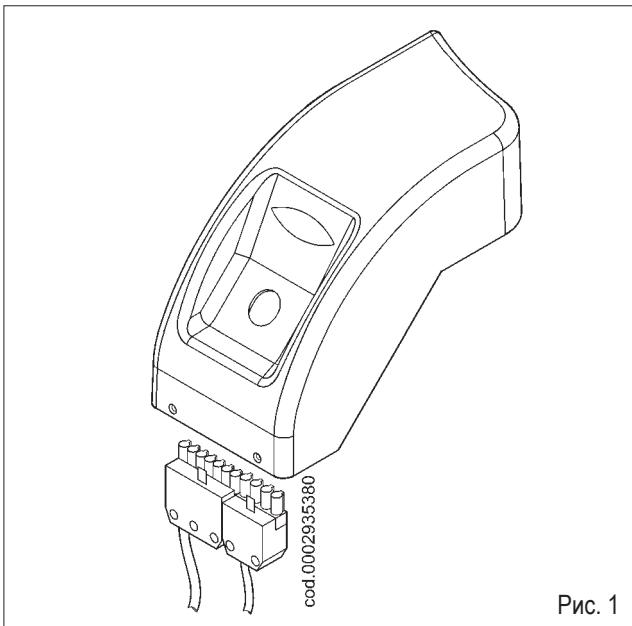

Рис. 1
- 1) Выполните инструкции, данные в параграфе "Техобслуживание", выньте узел смешения и снимите винт (1), соединяющий шток продвижения (2) узла газоподающей трубой (3).
- (3) Снимите винт (5), соединяющий газовый смеситель (6) с трубой (рис. 1).
- 2) Поверните на 180° коленчатый фитинг (4) и смеситель (6) так, чтобы вход газа был обращен вверх (рис. 1). Снова закрепите смеситель и шток продвижения узла газоподающей трубы.
- 3) Теперь снимите 4 гайки (7), показанные на рисунке 2, освободите огневую трубу (8) от соответствующих шпилек и установите ее обращенной вверх резьбовым соединением для крепления газовой рампы.